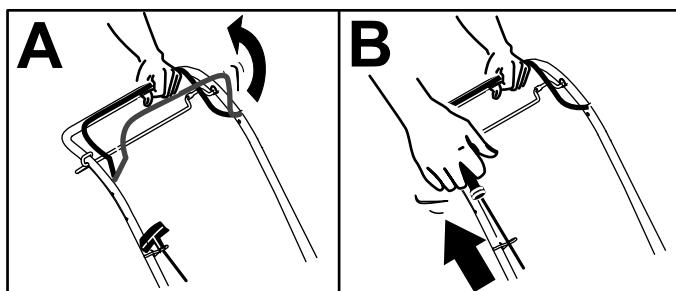

Figura 12
1. Încadrați bara de comandă pentru lamă lângă mâner (A din Figura 12).
2. Trageți de mânerul demarorului cu recul (B din Figura 12).